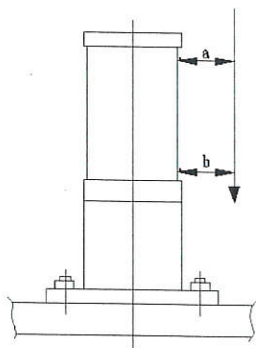

图 4-2 缓冲器安装示意图
- 4.3.3、以铅垂线测量调试，通过添加垫片或其他方式调整油压缓冲器进行垂直校正，使缓冲器轴线方向与轿厢垂直运动方向保持一致，并要求活动柱塞的外露部分取上、下两端与铅垂线的距离 a、b 的差值不大于 1mm；（图 4-2）